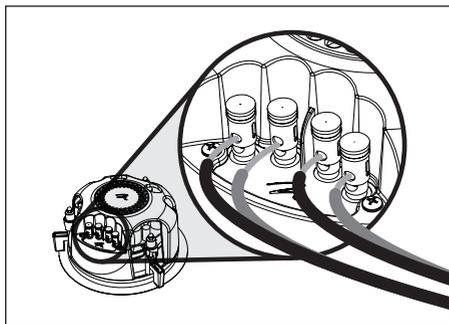

Figure 2. Raccordement du Helos 22 pour une utilisation en stéréo.
- **Helos 22 Stéréo :** raccordez deux ensembles de câbles d'enceinte à partir des canaux de gauche et de droite de votre amplificateur (figure 2).